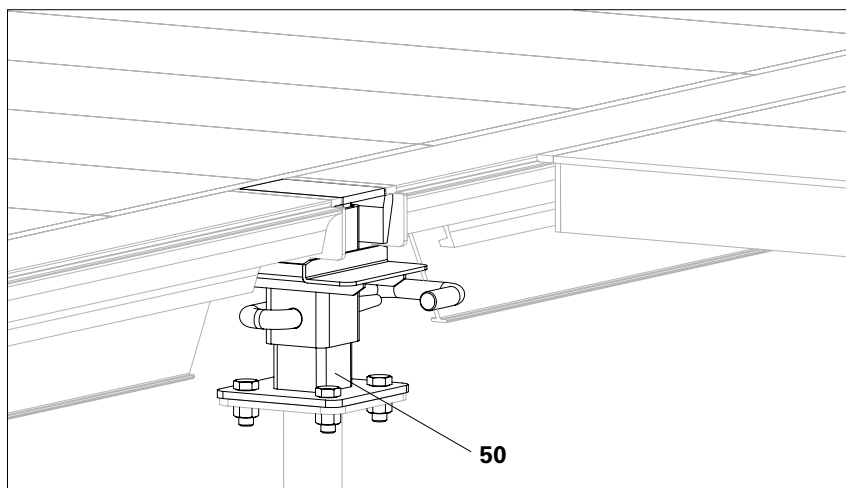

Fig. A7.12
La testa a caduta UNO Plus (50) trasferisce le forze del calcestruzzo al puntello sottostante (54). (Fig. A7.12)